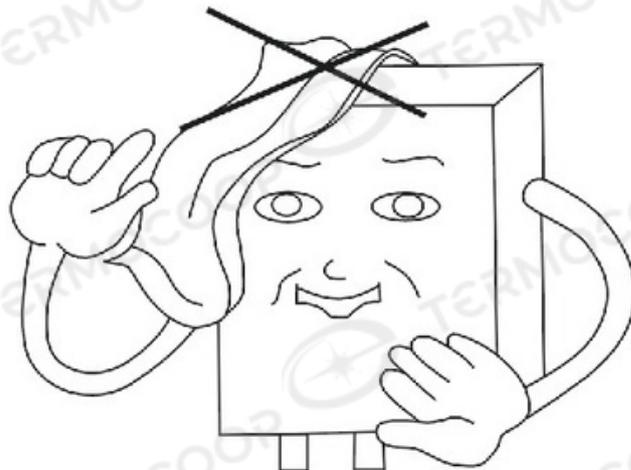

Figura 4.2
- Non collocare asciugamani o vestiti sopra lo scaldabagno (Figura 4.2).